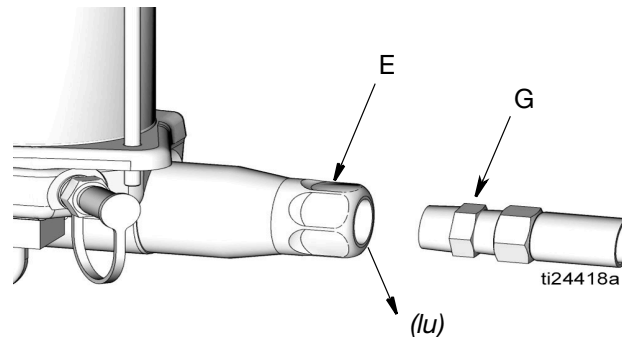

FIG. 7
3. Desconecte la línea de suministro de lubricante (G) de la salida de la bomba (E) (FIG. 7).
5. Haga funcionar la bomba unos cuantos recorridos hasta que salga grasa (*gr*), sin aire, por la salida de la bomba (E) (FIG. 7).